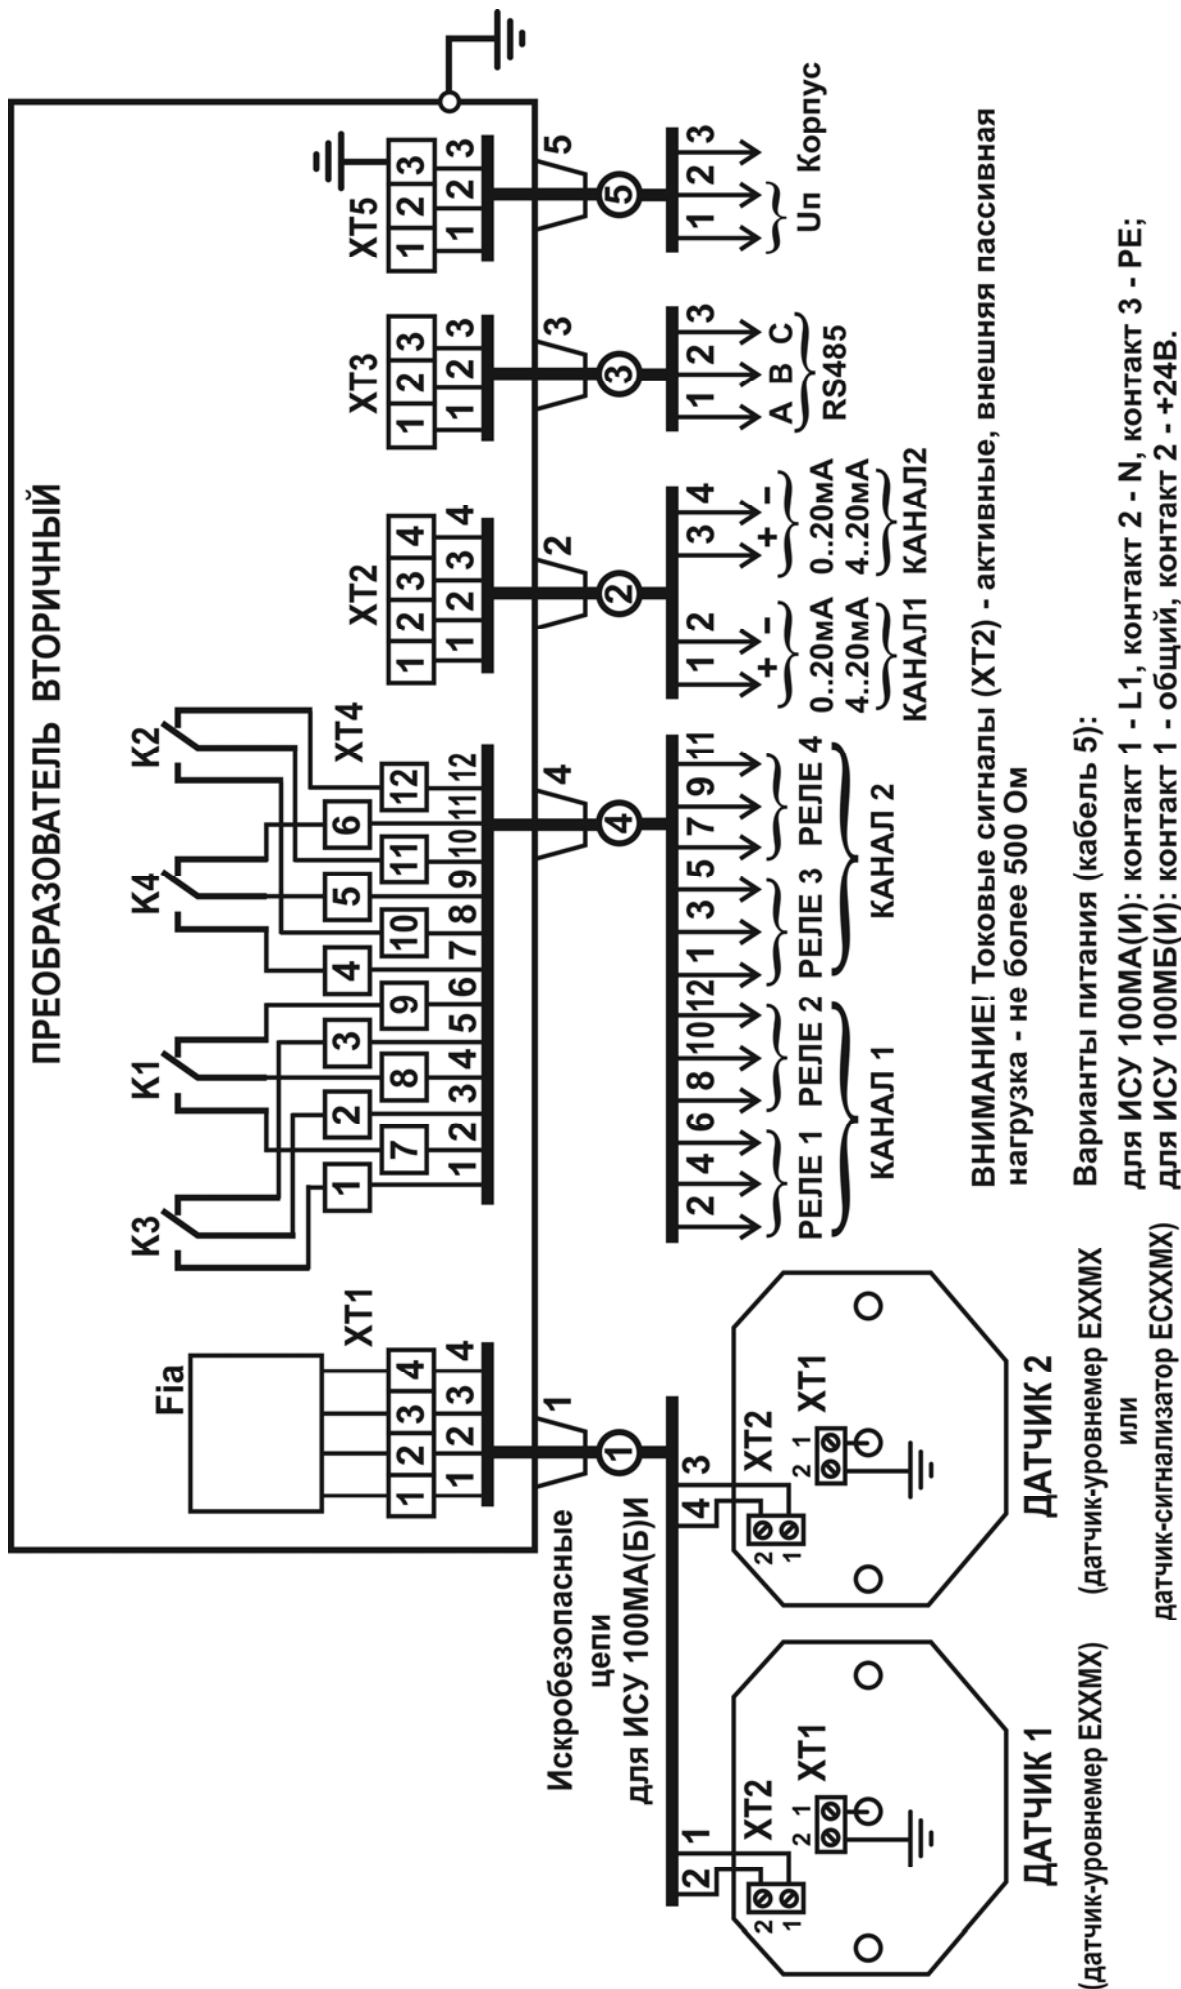

Рисунок 9 – Схема подключения
2.1.9 Электрический монтаж должен выполняться в соответствии со схемой подключения (рисунок 9) проводом или кабелем с медными жилами сечением 0,75 -2 мм2.